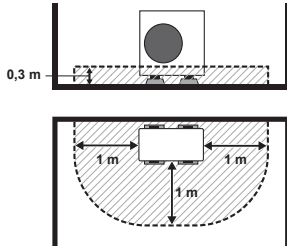

Fig. 3-5
- (4) Cuando se instala en un lugar donde solo está abierta la parte frontal (paredes del edificio en ambos lados)
- Cuando la distancia entre ambos lados de la unidad y la pared sea superior a 1 m, defina la zona de protección como se indica: (Fig. 3-5)